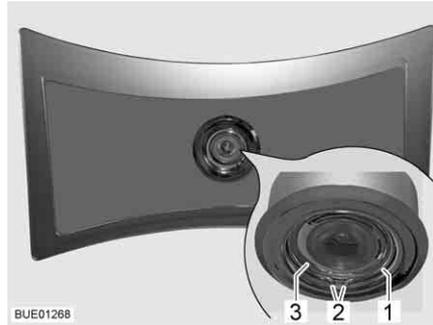

Fig. 236 Lámpara de techo
- Comprimir el pestillo con muelle (Fig. 236,1) por ambos extremos (Fig. 236,2) y retirarlo.
- Sacar la carcasa (Fig. 236,3) con LED de la lámpara.